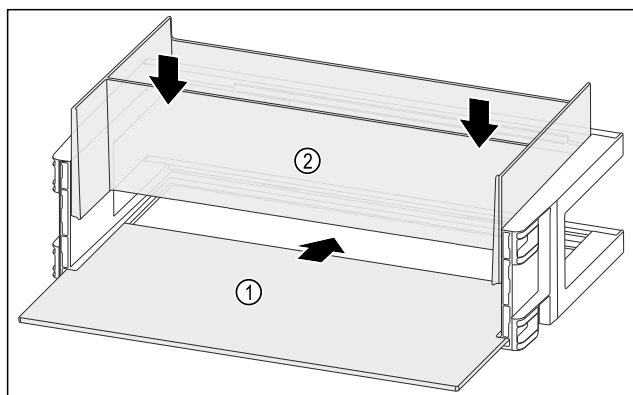

Fig. 138
- ▶ 将搁板 Fig. 138 (1) 推入侧面凹槽。
- ▶ 装入收纳盒 Fig. 138 (2)。